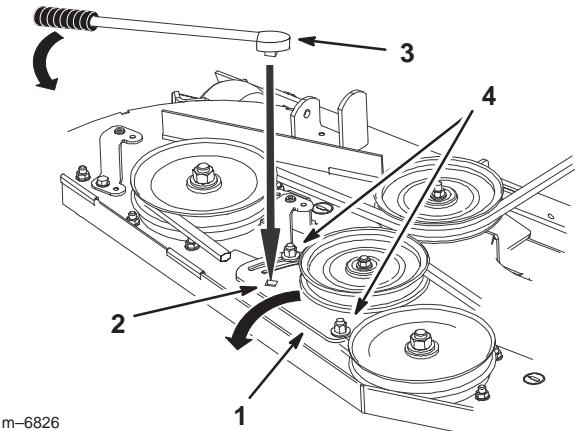

Figure 76
4. Desserrez l'écrou de fixation de la plaque de la poulie de tension et déplacez la plaque pour détendre la courroie sur la poulie de tension. Déposez la courroie usée du plateau de coupe (Fig. 76).
5. Si un réglage est nécessaire, desserrez la plaque du bras de tension et effectuez le réglage (Fig. 76).
6. Insérez un manche à rochet ou une barre de levier dans le trou carré de la plaque pour régler la tension (Fig. 76).
7. Pour augmenter la tension de la courroie, tournez la plaque de la poulie de tension jusqu'à ce qu'une résistance soit sentie et que la rotation s'arrête. Ne continuez pas quand elle s'arrête (Fig. 76).
8. Serrez les boulons de la plaque de la poulie de tension (Fig. 76).
10. Réglez la tension de la courroie et la plaque de la poulie de tension au besoin, et serrez fermement toutes les fixations (Fig. 76).